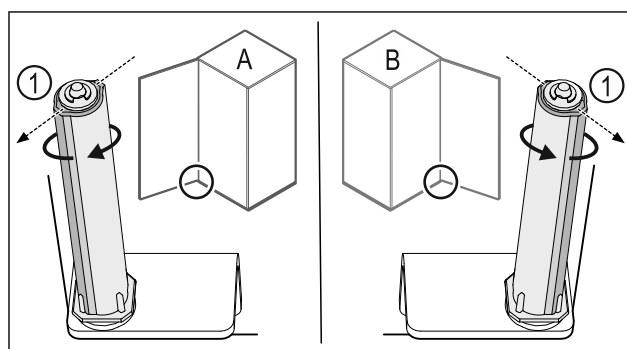

Fig. 50 Opritorul din stânga (A) / opritorul din dreapta (B)
- ▶ Rotiți sistemul de închidere până la rezistență, până când pragul sistemului de închidere Fig. 50 (1) este orientat spre exterior.